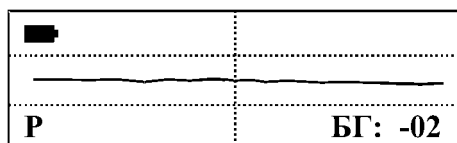

Рис. 13
5. при успешной балансировке, прибор проигрывает мелодию и переходит в режим ручной балансировки по грунту (Рис. 13):